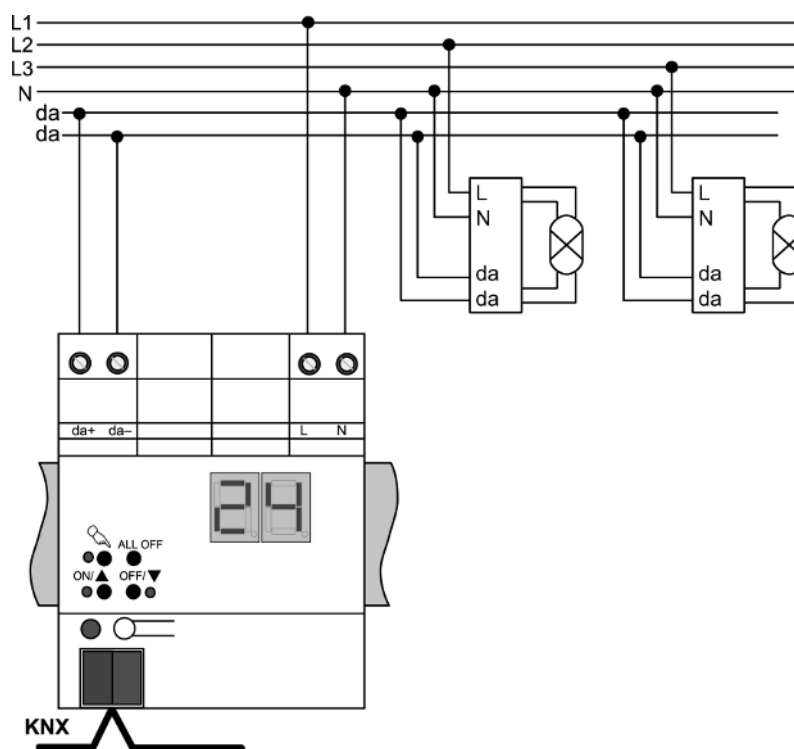

рисунок 2
- Подключите прибор, как показано на примере (см. рисунок 2).